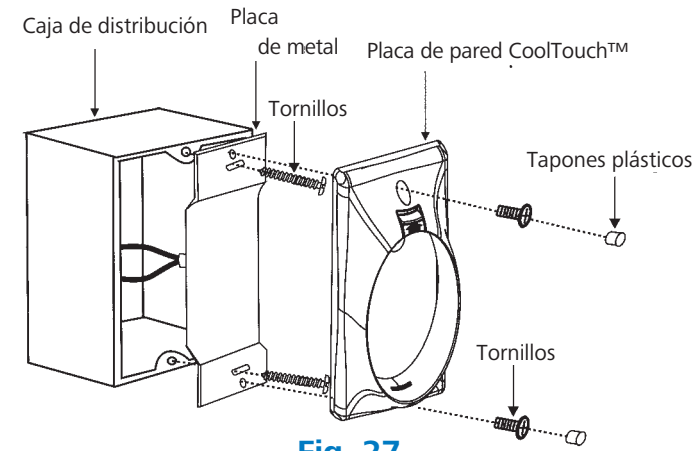

Fig. 27
Paso 2. Instale la placa de metal y la placa de pared CoolTouch™ en la caja de distribución de pared existente con los 4 tornillos proporcionados. Luego, coloque los dos tapones plásticos en la placa de pared. (Fig. 27)